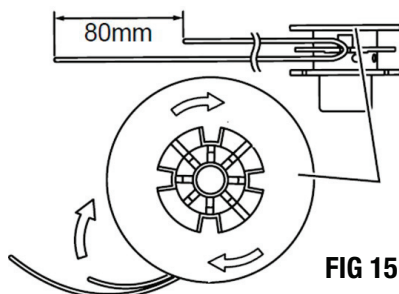

FIG 15
## REMPACEMENT DE LIGNE (FIG 15)
- Accrochez le centre du cordon de nylon neuf dans l'encoche au centre de la bobine, une extrémité du cordon s'étendant d'environ 3 1/8 po (80 mm) de plus que l'autre. Voir Fig. 15.